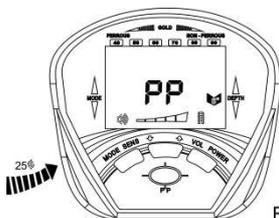

Fig.17
b) Tome una moneda de plata y deje que se acerque lentamente a la bobina de búsqueda. En la posición de aproximadamente 7 a 8 cm, el primer conjunto de cursor de intensidad de señal comienza a aparecer, el sonido se hace más fuerte y el tono se hace más alto. Continúe moviendo la moneda de plata, el cursor de intensidad de señal se llena rápidamente, el sonido es más fuerte y, a continuación, el cursor de profundidad indica la profundidad hacia abajo hasta que sólo queda uno, lo que indica que el metal se está acercando gradualmente al centro de la bobina de búsqueda. (Ver Fig.17)